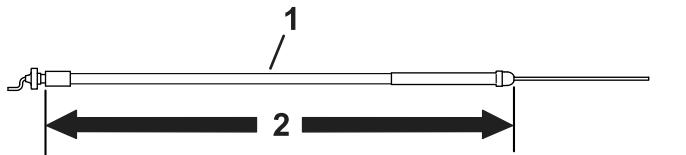

图 6
- 在型号为 04056 的牵引装置中使用 172.2cm 长的油门拉索请参阅 图 6。